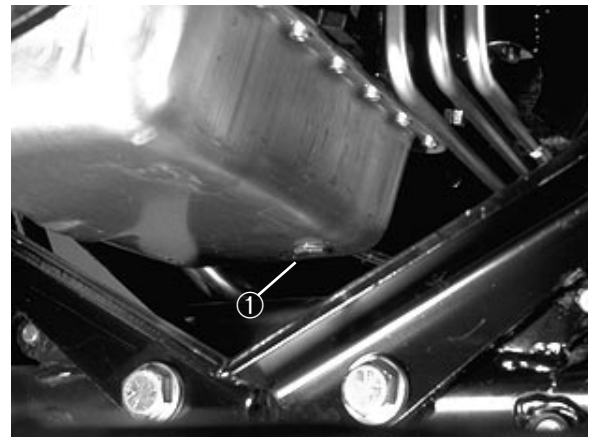

Figure 40
CHANGEMENT D'HUILE MOTEUR ET DE FILTRE (Fig. 40–41)
1. Enlever le bouchon de vidange (Fig. 40) et laisser l'huile s'écouler dans le récipient de vidange. Remettre le bouchon et le joint neufs (Réf. 74-7850) quand toute l'huile s'est écoulée.